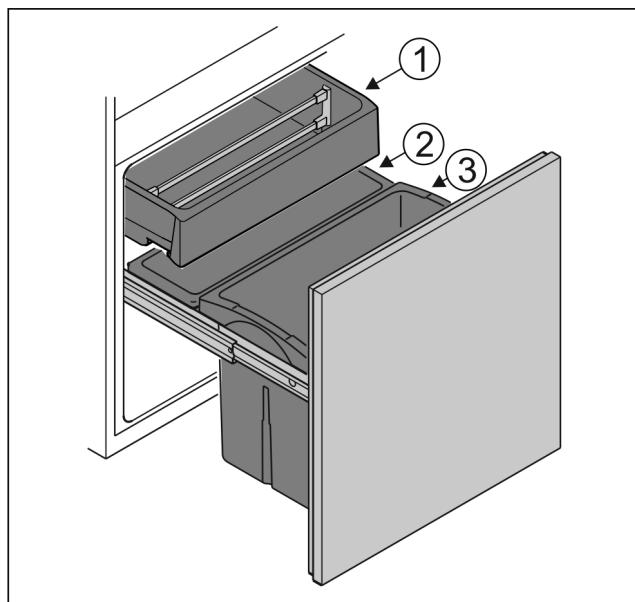

Fig. 6
- Резервуар Fig. 6 (1): Хранить не упакованные южные фрукты и овощи.
- Резервуар Fig. 6 (2): Хранить не упакованные мелкие фрукты и овощи.
- Резервуар Fig. 6 (3): Хранить отдельные бутылки.